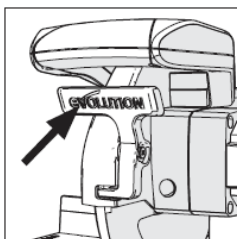

Рис. 18
- Нажмите на рычаг фиксации нижнего ограждения, чтобы освободить режущую головку (Рис. 18).